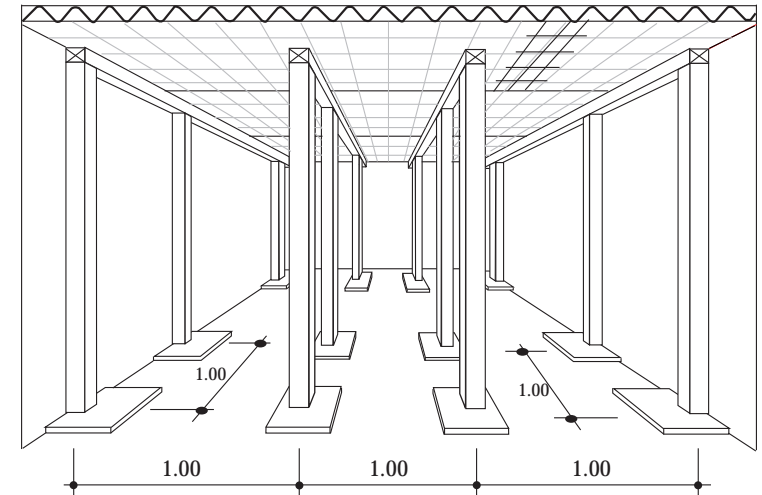

Figura No. 15
4.2 El paraleado para la losa con PANEL MONOLIT debe hacerse conforme a la figura No. 15, utilizando tendales perpendiculares al sentido del zig-zag, sostenidos por paraleles a cada 1.00 metro. Dejarlos durante 15 días.